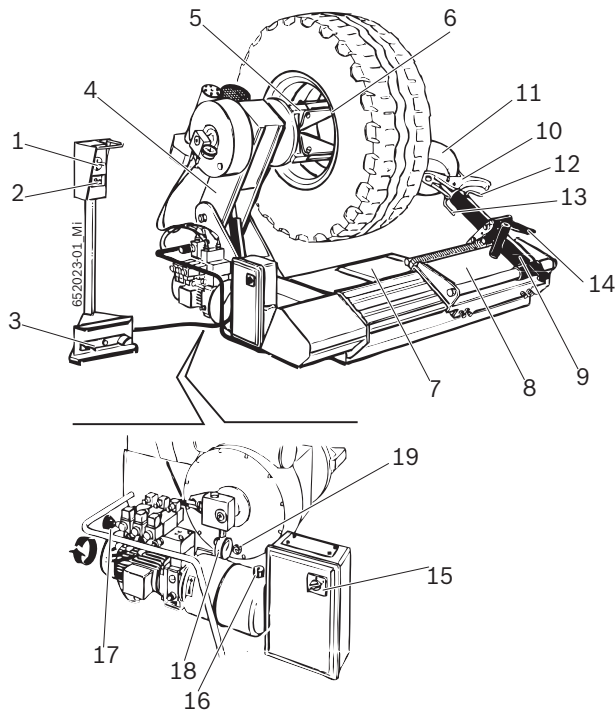

Fig. 1: TCE 5210
De opspanflens functioneert met behulp van hydraulisch circuit op hoge druk, af te stellen van 20 tot 130 bar, door de betreffende draaiknop te draaien (Fig. 1, pos. 17) en de waarde op de manometer (Fig. 1, pos. 18) af te lezen. De normale werkdruk is 130 bar. Bij zwakke of zeer dunne velgen is het nodig dergelijke druk te verminderen.
Voor banden met een diameter tot 800 mm of boven de 1500 mm, is het aangeraden de pen van het montagegereedschap (Fig. 1, pos. 12) eruit te halen en te plaatsen in het tweede gat.